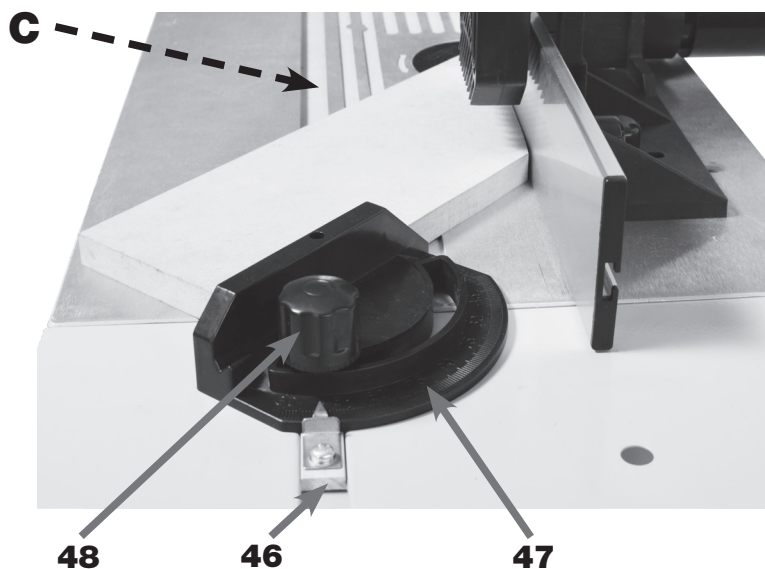

FIGURA 43 - Guia Angular
Pode ser necessário que o usuário tenha que realizar algum tipo de fresamento em ângulo, como por exemplo apresentado na figura 43.
2. VERIFICAR se a Guia Angular (20) está deslizando ao longo da Mesa Extensora (12) e na Mesa de Trabalho (08) com facilidade;
3. AJUSTAR o ângulo desejado na Escala Angular (47) indicada sobre a Guia Angular (20) (figura 43);
4. APERTAR pelo Manípulo (48) após o ângulo ajustado anteriormente.